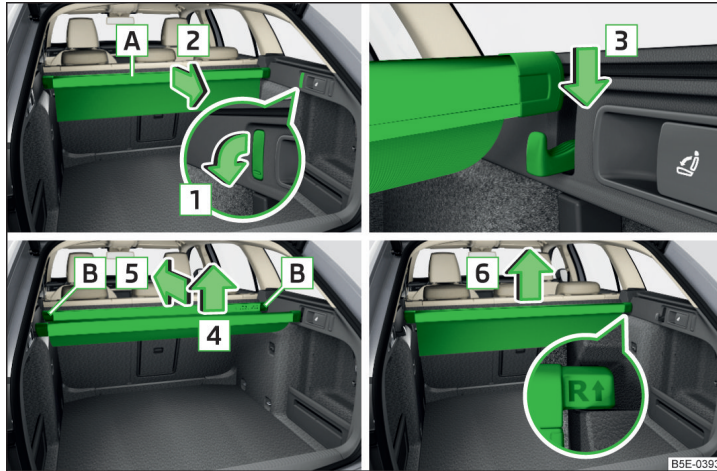

Abb. 116 Multifunktionstasche: herausziehen / einsetzen / einschieben / herausnehmen
- Die vorderen Haken an beiden Gepäckraumseiten in Pfeilrichtung **1** nach unten klappen » Abb. 116.
- Die hintere Leiste von den Haken in Pfeilrichtung **4** abnehmen und die Tasche in Pfeilrichtung **5** einschieben » Abb. 116.
- Die Tasche aus den Aufnahmen in Pfeilrichtung **6** herausnehmen » Abb. 116.